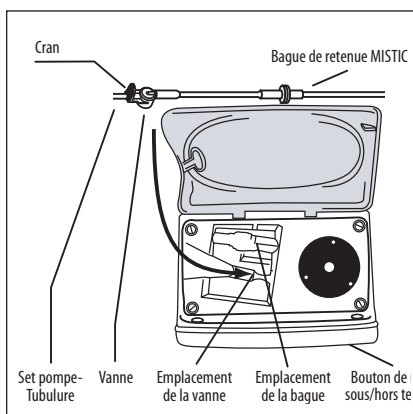

Figure 6A.
2. Charger le set pompe en maintenant le cran sur la vanne, puis en insérant la vanne dans son emplacement à gauche. (Figure 6A)